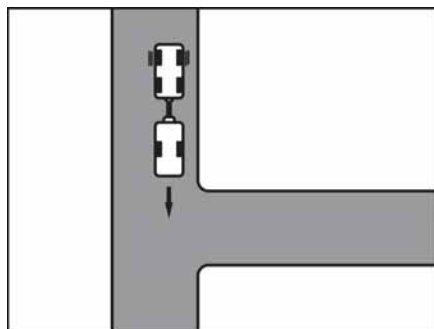

Fig. 10 Recorrido
- Acercarse a la entrada hasta que la parte trasera de la caravana esté a su altura (Fig. 10).